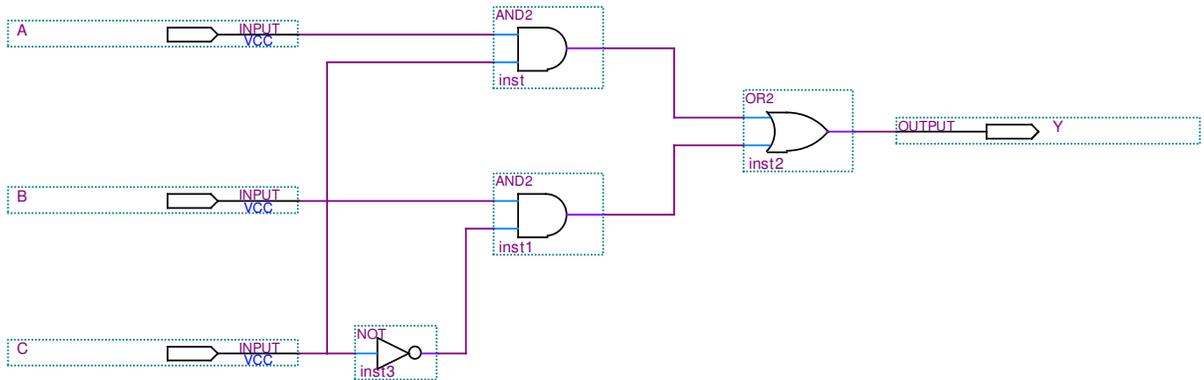

Figura 2 – Diagrama esquemático de um MUX 2:1 completo.
- Conectando fios: ao se posicionar o cursor do mouse sobre um pino de entrada ou saída de uma porta lógica, o mesmo se transforma em cruz. Basta clicar o botão esquerdo e arrastar o mouse iniciando um fio até o ponto destino. Ângulos retos são produzidos automaticamente ao se arrastar na diagonal. Ao soltar o botão, o segmento de fio termina e pode ser reiniciado deste ponto em diante. Procure realizar as conexões tal como mostrado na Figura 2.